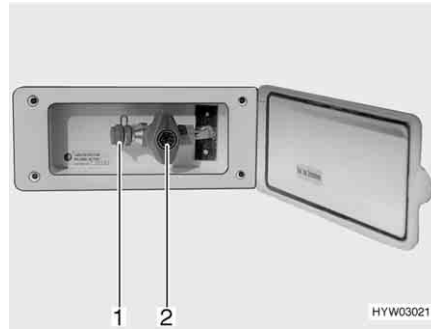

Bild 153 Externer Gasanschluss, Gasabsperventil geschlossen
Der externe Gasanschluss (Bild 153) befindet sich je nach Modell am Heck oder auf der linken bzw. rechten Fahrzeugseite.
- Externes Gasgerät an der Anschluss-Stelle (Bild 153,1) anschließen.
- Das Gasabsperventil (Bild 153,2) öffnen.